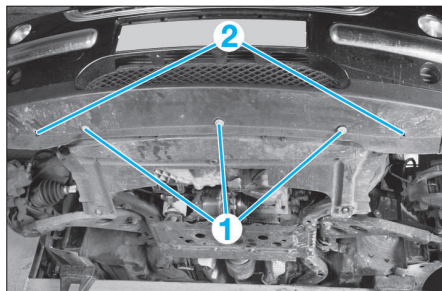

FIG. 17
- Lever le véhicule, puis déposer les vis (1) et (2) (Fig.17).